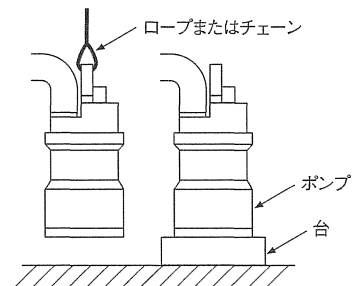

図3
- (1) 運転ならびに据付時はケーブルを絶対に引っ張らないでください。取手または取手にロープを取り付けて行ってください。
- (2) ポンプはなるべく立位置でご使用ください。土砂の流入が多い場合や、ストレーナが埋没するような土砂の場合は、ポンプを強固なロープまたは、チェーンで吊るすか台の上にポンプを置いてください。(図3)
- (3) 土砂の多い場所で連続湯水運転を行いますと、ポンプが短期間に摩耗することがあります。水の集まりやすい場所を選んでお使いください。
- (4) 配管および据付時にポンプを壁などにぶつけないようにしてください。
- (5) 配管末端は水中に入れないでください。ポンプを停止したとき逆流します。
- (6) ケーブルは車のタイヤ等で踏まないように設置してください。
- (7) 排水槽はコンクリートのカス、紙、布、ビニール等が残らないように十分清掃してください。
- (8) 吐出し用配管はポンプ径と同径のものを使用してください。ポンプ口径より小さい配管を使用しますと配管による損失水頭が増大し吐出し量が減少します。またポンプ口径より大きい配管を使用しますと配管内に土砂などが溜まり、土砂詰まりの原因となりますのでご注意ください。